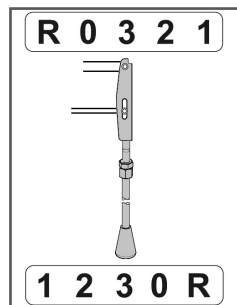

Рис. 31. Положения рычага переключения передач
Положения рычага переключения передач показаны на Рис. 31.
- при переключении из нейтрального положения «0» - снова установите рычаг в нейтральное положение, быстро нажмите и отпустите рычаг включения хода, подождите 2-3 секунды и снова переместите рычаг переключения передач в требуемое положение (Рис. 31);
ятки вверх и переместите рычаг переключения передач в требуемое положение (Рис. 31).
4. Не нажимая рычаг включения хода, переведите рычаг переключения передач в положение «1» (1-я передача) (Рис. 31).